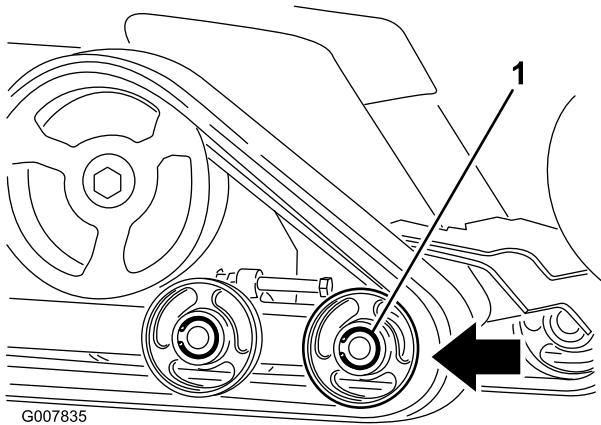

Figura 46
6. Spingete indietro la ruota anteriore non motrice quanto più possibile (Figura 46).
8. Dopo avere liberato il cingolo dalla ruota non motrice, toglietelo dalla macchina (Figura 46).
9. Avvolgete il nuovo cingolo iniziando dalla ruota conduttrice e controllando che i denti del cingolo si posizionino tra i distanziali della ruota stessa (Figura 46).
10. Spingete il cingolo sotto le ruote non motrici (Figura 46).